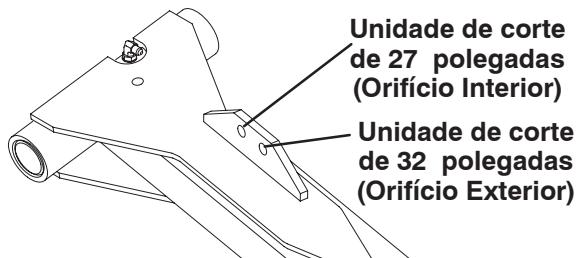

Figura 6
- Fixe a outra extremidade da corrente ao orifício da patilha de montagem do braço de elevação com passadores de forquilha e contrapinos. Utilize o orifício adequado do braço de elevação conforme indicado na Figura 6.